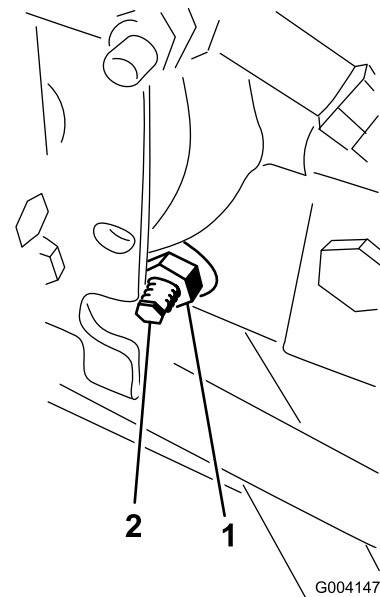

Figura 54
3. En el lado derecho del hidrostato, afloje la contratuerca de la leva de ajuste de tracción (Figura 54).